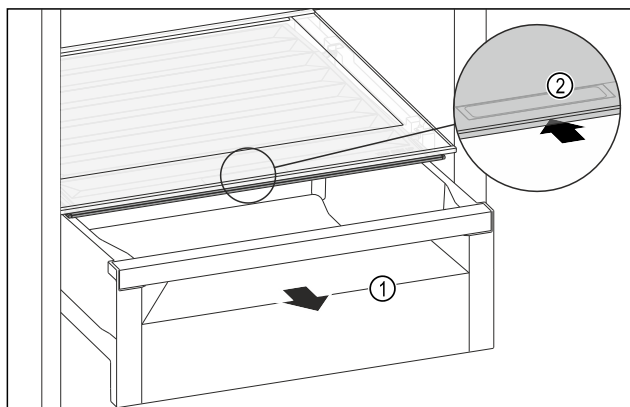

Fig. 151
- Zásuvku Fig. 151 (1) vytáhněte.
- Uchopte prohlubeň pro rukojeť Fig. 151 (2) na víku zásuvky a současně zasuňte víko zásuvky směrem dozadu.